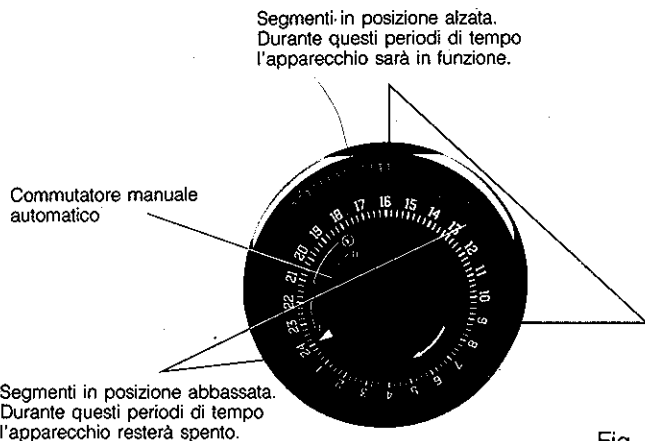

Fig. 4
I-2 Commutatore manuale - automatico (fig. 4)
Esempio: (Fig. 4) Sono le ore 24; così regolato e programmato, l'apparecchio entrerà in funzione alle ore 7 e si spegnerà alle ore 10.
- Scegliere il sistema di funzionamento — automatico o manuale — per mezzo dell'apposito interruttore (par. I-2, fig. 4).